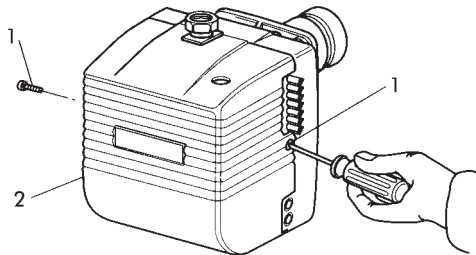

fig.1
Para acceder a los componentes principales es suficiente quitar la tapa protectora como ilustra la (fig. 1).
- Cierren la llave del gas y desconecten la ramba de gas del quemador. Destornillen los tornillos 1 y quiten la tapa protectora 2 (fig.1).